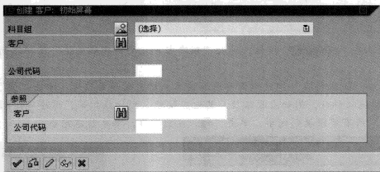

图 5-21 “创建客户：初始屏幕”界面
STEP 1 从 SAP 系统初始菜单中选择“会计→财务会计→应收账款→主记录→创建”选项，双击进入图 5-21 所示的界面。